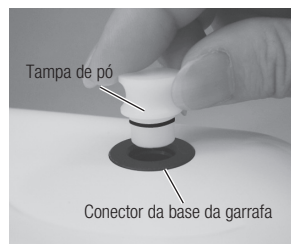

Fig. 2
- 1) Retire a Tampa do pó do Conector da base da Garrafa. (Fig. 2)